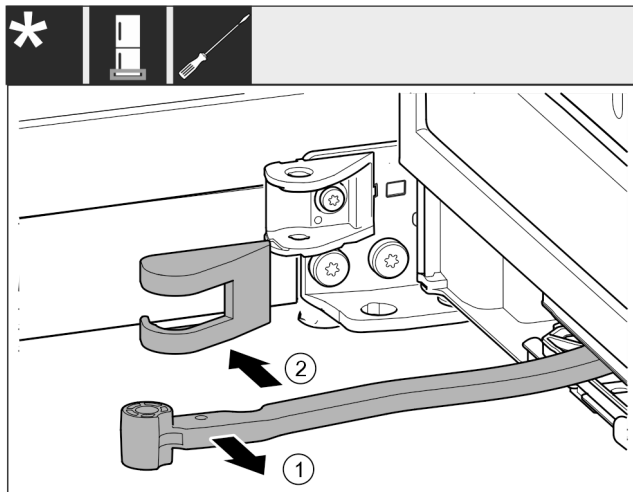

Fig. 19
- ▶ Gelenk Fig. 19 (1) in Richtung Tür drehen.
- ▶ Lagerbockabdeckung Fig. 19 (2) entfernen.